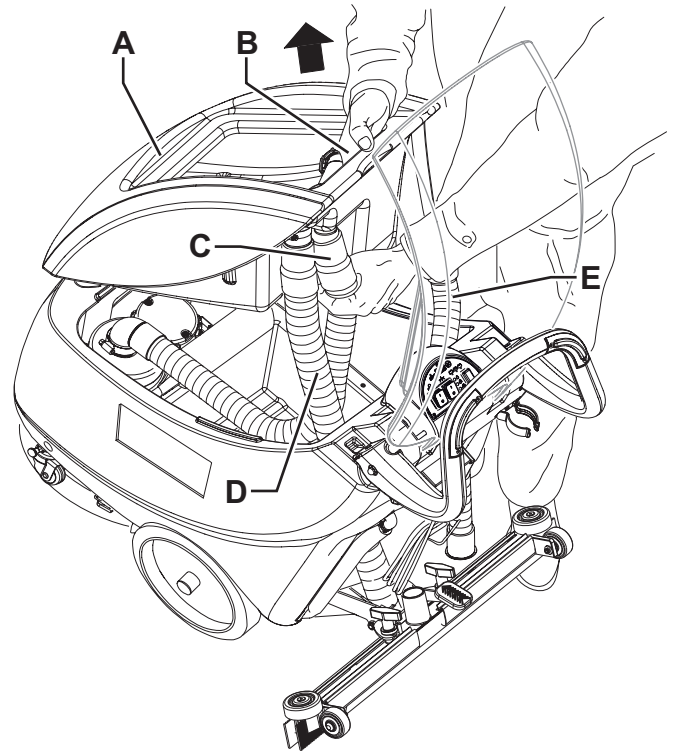

Abbildung 6
1. Überprüfen, ob sich Schalter (62) und (63) in Stellung 0 befinden.
2. Den Schmutzwassertank (30), wie es im entsprechenden Abschnitt „Ausleeren der Tanks“ beschrieben ist, entleeren.
4. Ansaugrohr (22) von der Sauglippe (11) lösen.
5. Das Schmutzwasser-Ablassrohr (16) aus dem Halter (17) trennen.
6. Deckel (6) öffnen.
7. Den Schmutzwassertank (A, Abb. 6) im Bereich (B) fassen und leicht anheben.
8. Ansaugrohr (C) vom Tank abnehmen und Tank (A) mit den Leitungen (D) und (E) entfernen.